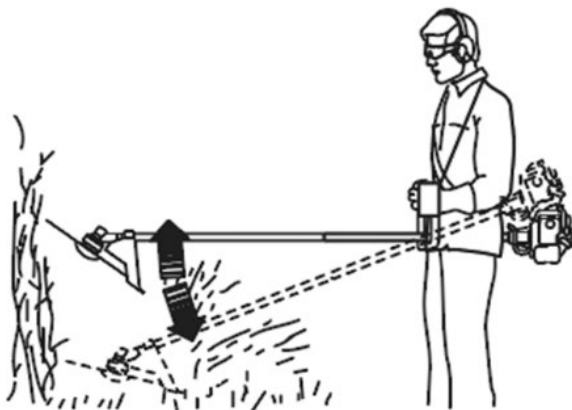

Рисунок 16. Схема скошування заростів бур'янів, очерету, чагарників.
3. Здійснити скошування заростів стебла (діаметром до 13 мм) невеликими частинами, рухаючи різальний дисковий ніж зверху донизу (рис. 16).